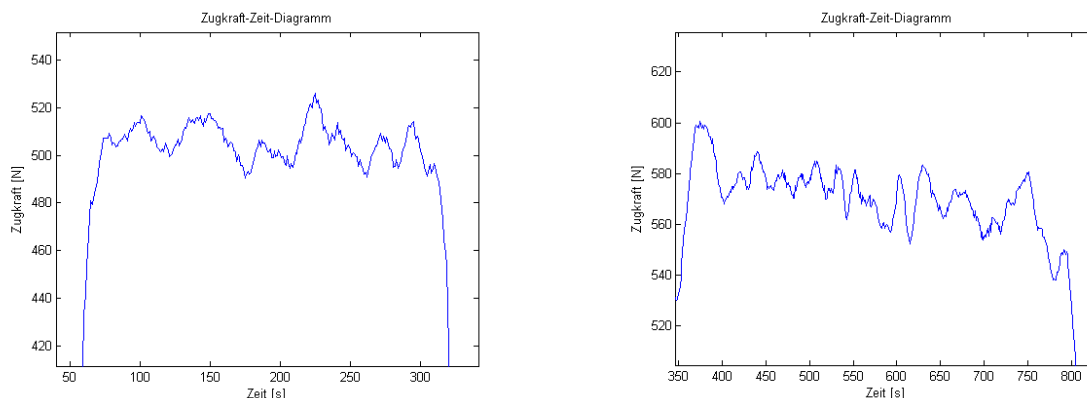

Bild 4: Konstante Kraft ( links ) und abfallende Kraft ( rechts )
- Bild 4 zeigt zwei unterschiedliche Verläufe der Kraftkennlinien bei konstant gehaltener Yachttrimmung und unterschiedlichen Regattasituationen: